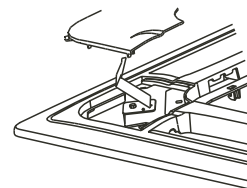

Fig.4-14
Afloje los tornillos, levante las 4 cubiertas que hacen esquina y apártelas. (vea la Fig.4-14)
- 5) Ajuste el panel en el sentido de la flecha Fig. 4-14 ligeramente para centrar el panel en la abertura del techo. Garantice que estén bien fijados los ganchos de las cuatro esquinas.